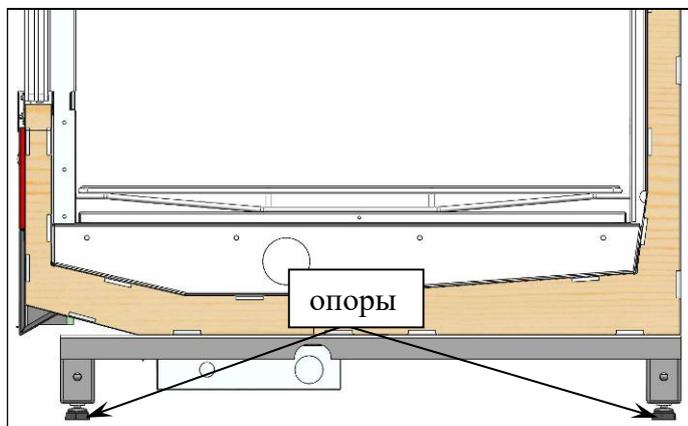

рис. 1
6. Освободить витрины от деревянного поддона и установить регулировочные опоры (рис. 1)